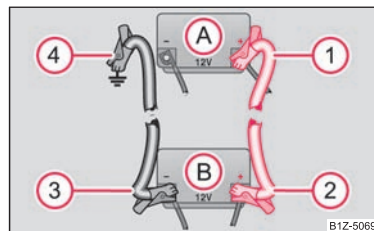

Fig. 140 Avviamento d'emergenza con la batteria di un altro veicolo: A - Batteria scarica, B - Batteria erogante corrente
- Collegare un'estremità del cavo ① al polo positivo ⇒ fig. 140 della batteria scarica (A).
- Collegare l'altra estremità del cavo (2) al polo positivo della batteria erogante corrente (B).